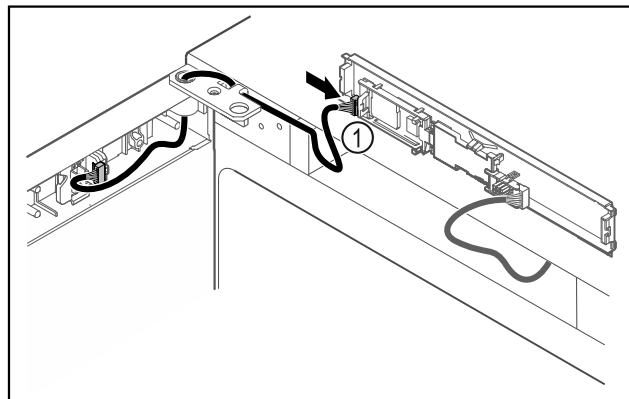

Fig. 43
- ▶ Wtyczkę Fig. 43 (1) należy podłączyć do płytki drukowanej.